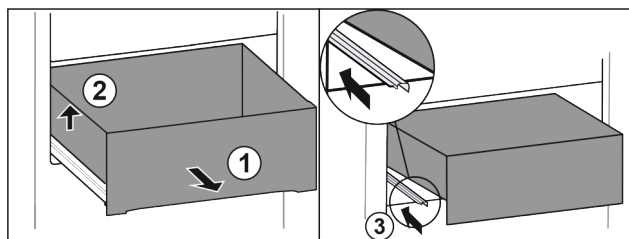

Fig. 89
- ▶ A fiókot ütközésig húzza ki. Fig. 89 (1)
- ▶ Emelje meg a fiók bal oldalát. Fig. 89 (2)
- ▶ Tolja be a bal oldali sínem. Fig. 89 (3)